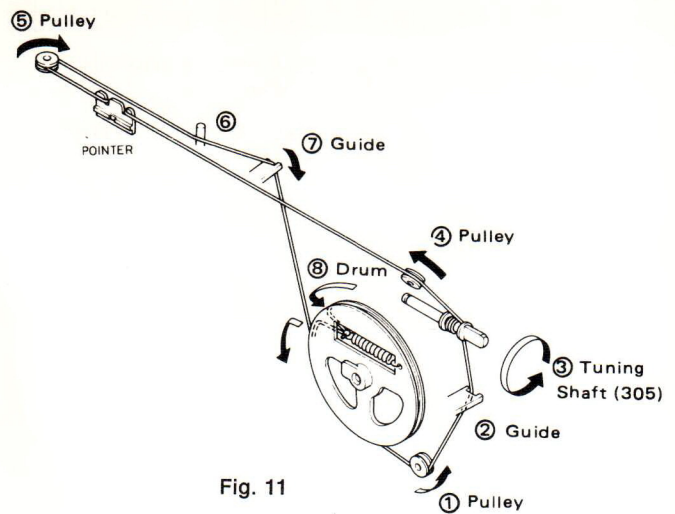

Fig. 11
### Skallinans dragning (fig 11)
1. Sätt fast skallinan i fjädern (302) och fäst fjädern i linhjulet (307).
2. Drag linan i den ordningsföljd som visas i fig 11.
3. Sätt fast skalvisaren (311).
### Dial cord stringing (fig 11)
### Verlegung des Skalenseiles (Fig. 11)
1. Befestigen Sie das Skalenseil an der Feder (302) und danach diese selbst am Seilrad (307).
2. Verlegen Sie das Seil gemäss Fig. 11.
3. Setzen Sie den Skalenzeiger (311) auf das Seil.